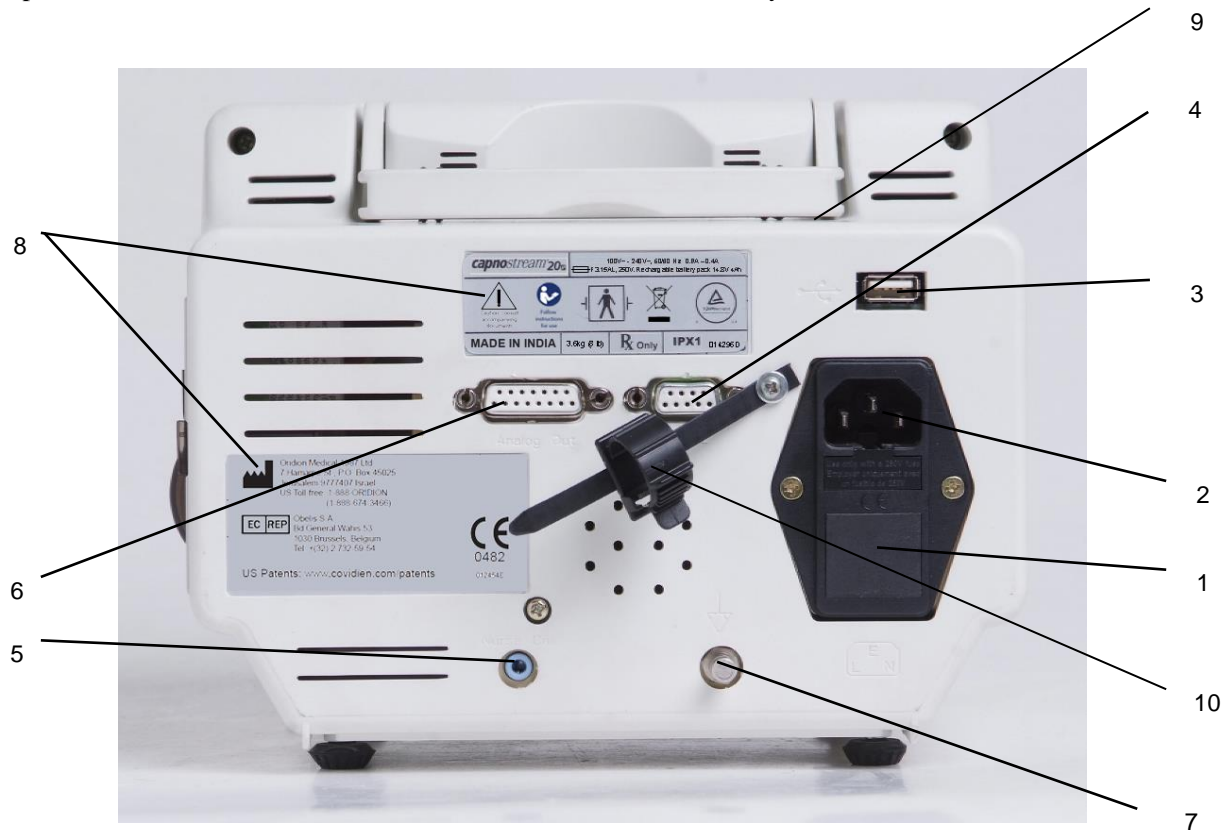

Figura 7 – Vista trasera de Capnostream™ 20p
1. Conecte el cable de alimentación al enchufe de corriente de la parte trasera del monitor (consulte la Figura 7 – Vista trasera de Capnostream™20p de la página 31). Enrolle el mecanismo para aliviar la tensión del cable de alimentación alrededor del cable y apriételo para garantizar que el cable no se desconecte del monitor sin querer.